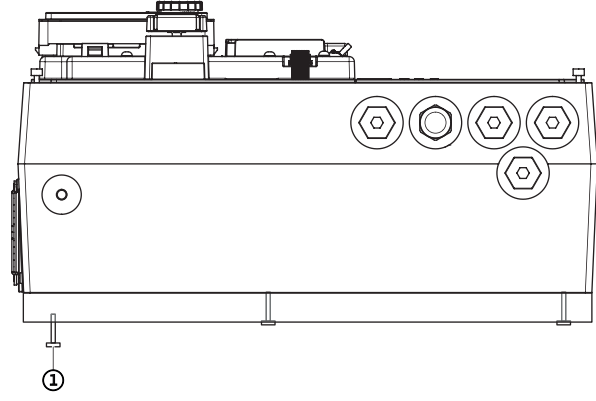

Fig. 116: Adaptör plakasının sökülmesi
6. Elektronik modülün alt tarafındaki adaptör plakasının cıvatalarını sökün (Fig. 116, Poz. 1).